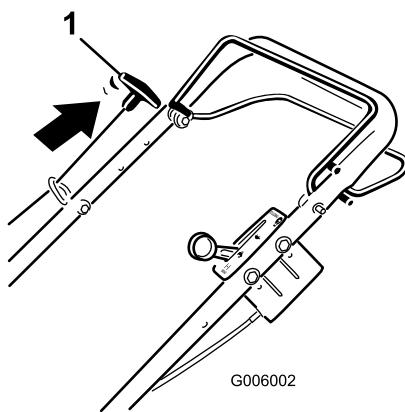

Figure 24
6. Maintenez la barre de commande de la lame contre le guidon et tirez sur la poignée du lanceur (Figure 24).